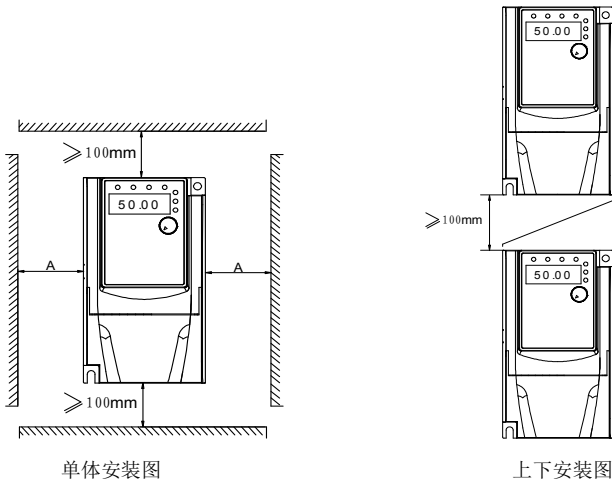

图 3-1 KE300X/KE300B 变频器安装示意图
- 1) 请垂直安装变频器，便于热量向上散发，但不能倒置。若柜内有较多变频器时，最好是并排安装。在需要上下安装场合，请参考图 3-1 的示意，安装隔热导流板。
- 2) 安装空间遵照图 3-1 所示，保证变频器的散热空间；但布置时请考虑柜内其它器件的散热情况。